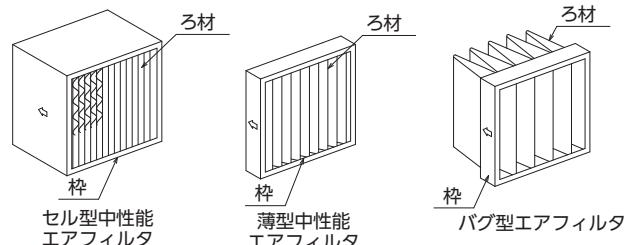

図3-22 中性能／高性能エアフィルタ
- ・セル型、薄型エアフィルタ、バグ型エアフィルタ、HEPAフィルタなど(図3-22参照)